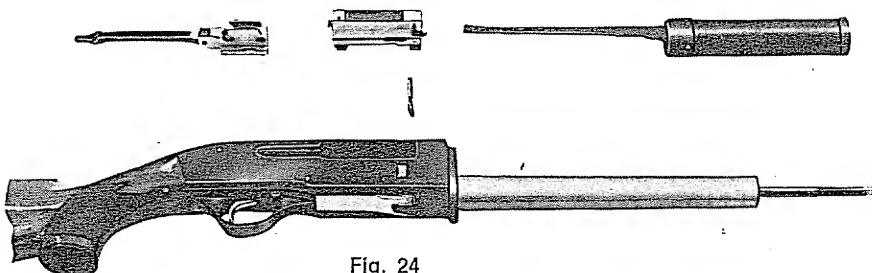

Fig. 24
- otturatore vero e proprio, comprendente il blocco di chiusura, il percussore e l'estrattore (fig. 24).
- bolt assembly with firing pin and extractor (fig. 24).
- groupe du bloc de culasse avec percuteur et extracteur (fig. 24).